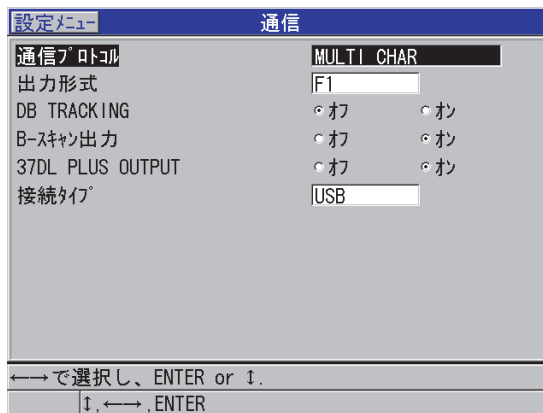

図 9-3 通信パラメータの変更
3. 通信画面で、以下の操作を行います（140 ページの図 9-3 参照）。